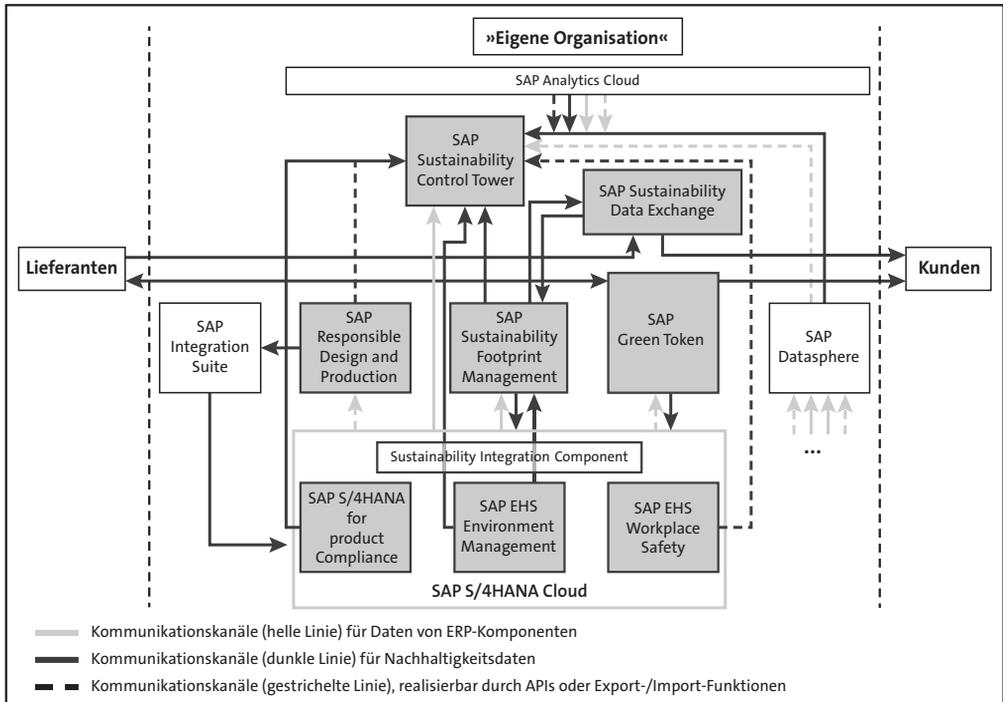

Abbildung 4.3 Datenfluss der SAP-Nachhaltigkeitslösungen
dig in SAP S/4HANA als ABAP-Komponenten integriert. Auch diese Lösungen können über die beschriebene Turn-Key-Integration Daten mit SaaS-Lösungen austauschen. Eine zusätzliche Softwarekomponente bildet die SAP Analytics Cloud als SaaS-Lösung für Business Intelligence (BI), Planung und vorausschauende Analysen (Predictive Analytics). Die Nachhaltigkeitslösungen können ihre Daten, ebenfalls über OData-basierte APIs sowie eine Live-Schnittstelle, mit der SAP Analytics Cloud teilen, um erweiterte Anwendungsfälle zu realisieren, wie Planung, Simulationen und Auswertungen. Abbildung 4.3 zeigt ein Beispiel für die Architektur und den Datenfluss der SAP-Nachhaltigkeitslösungen. Sie verdeutlicht, wie diese mit den SAP-ERP-Datenquellen verbunden sind.